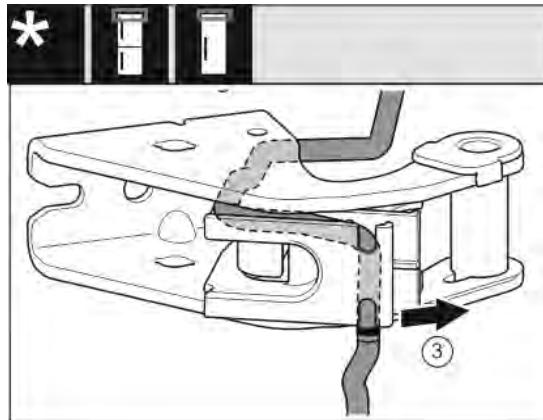

Fig. 22
- Высвободите кабель из направляющей. Fig. 22 (3)